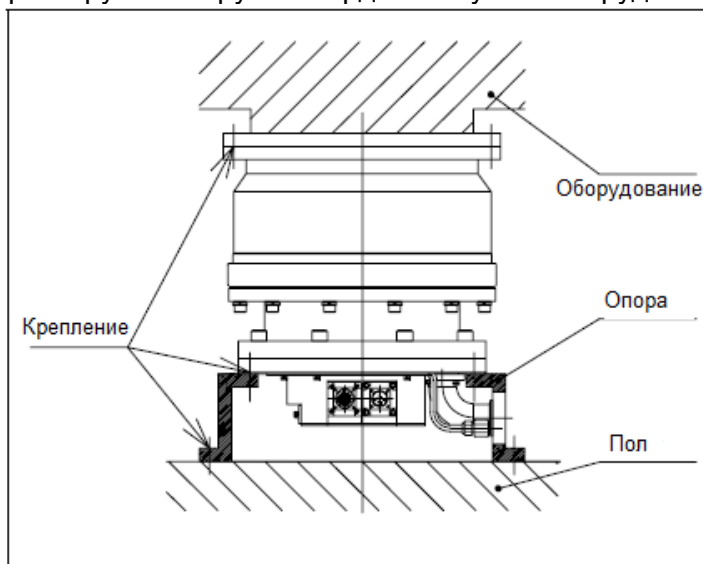

Рис.4-А Метод крепления насоса А (Пример)
- Рис.4-В: Насос установлен в перпендикулярном положении. Фланец на впуске крепится к оборудованию через соединительное приспособление (т.е. сиффон, компенсатор, АРС), которое не способно самостоятельно выдержать крутящий момент, указанный в таблице 4.